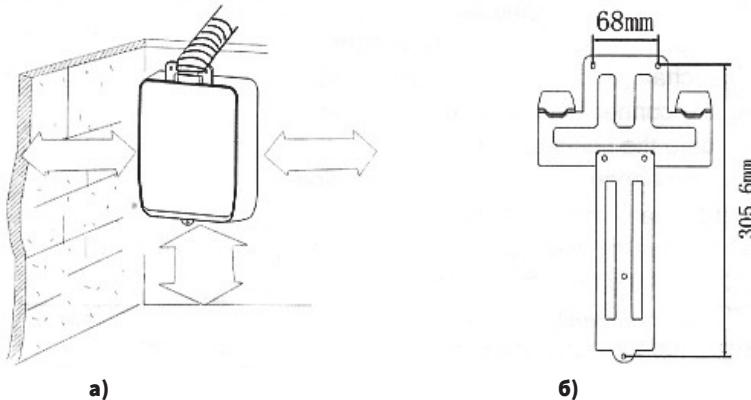

Рис. 5.3.2 (а, б)
- Расстояние от корпуса до стен и пола должно быть в соответствии с рис. 5.3.2 (а)
- Монтаж установки к стене производится при помощи панели рис. 5.3.2.6)